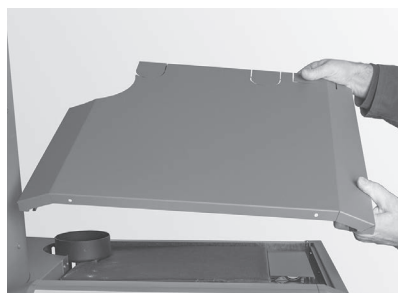

Fig. 80 Abdeckung oben abheben
- ▶ Abdeckung oben abheben – Fig. 80.